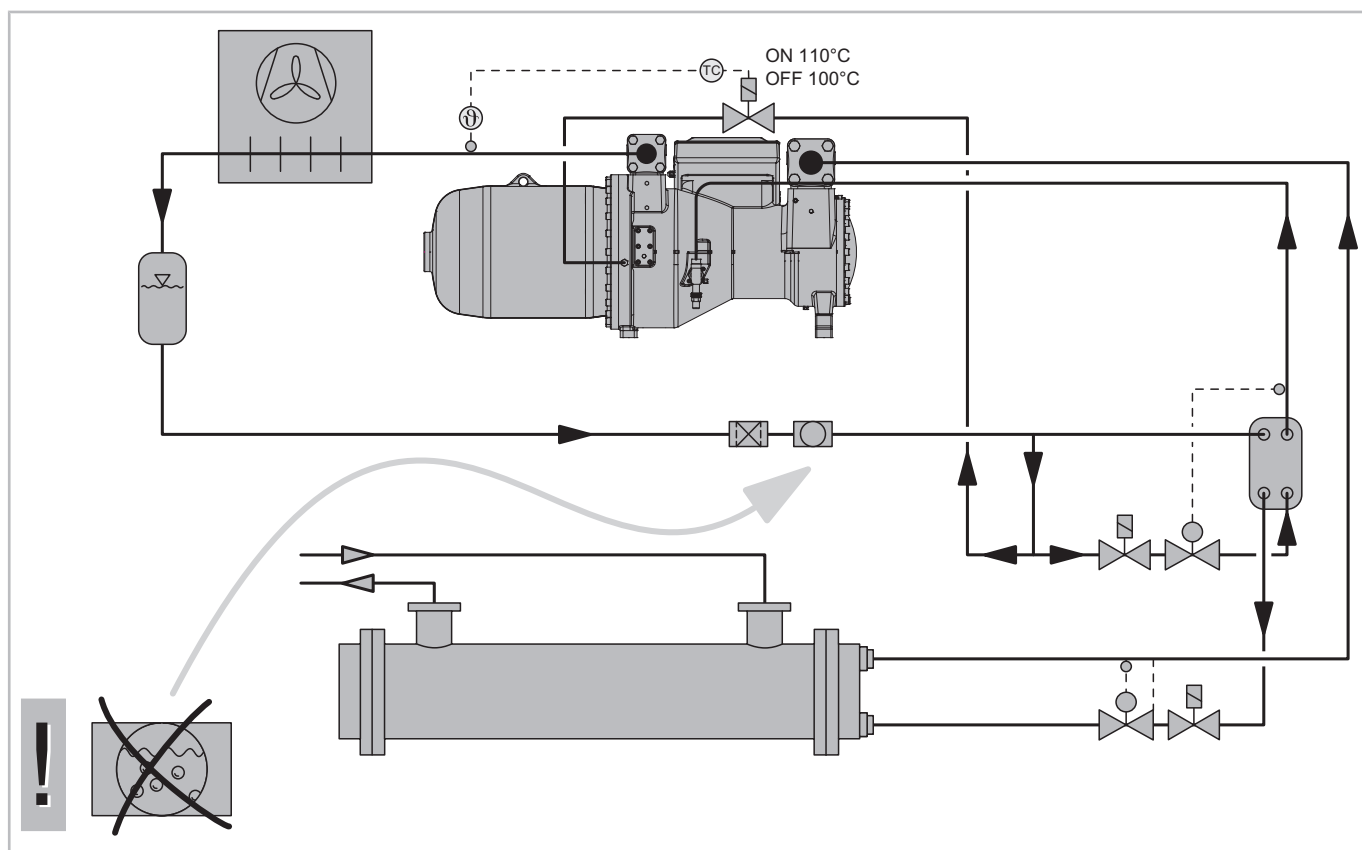

Рис. 23: Работа ECO с впрыском жидкости на примере компрессора серии CSH
Компоновка системы: см. рисунок 23, Страница 96
- Управление соленоидным клапаном: параллельно мотору компрессора через нормально разомкнутый (NO) контакт и дополнительно через термостат.
- CSH компрессоры ON 110°C / OFF 100°C (*см. рисунок 23, Страница 96*)